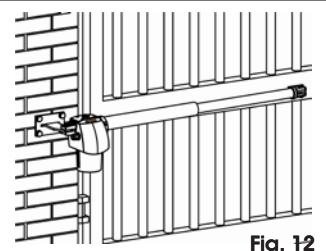

Fig. 12
**A** L'opérateur G-BAT ENV est disponible dans les versions droite et gauche. L'opérateur doit toujours être positionné d'après la Fig. 12. Un opérateur est "droit" lorsqu'en regardant le portail du côté de l'installation de l'opérateur, il se trouve à droite du vantail (ou sur le vantail de droite en cas d'applications à deux moteurs). Par conséquent, le moteur qui se trouve à gauche (ou sur le vantail de gauche) est identifié comme un opérateur "gauche".